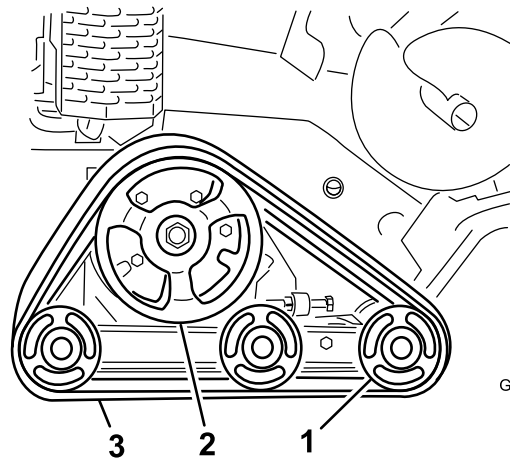

Figure 55
**Important:** Nettoyez soigneusement les galets de roulement et la roue d'entraînement (Figure 55). Les galets de roulement doivent tourner librement lorsqu'ils sont propres.